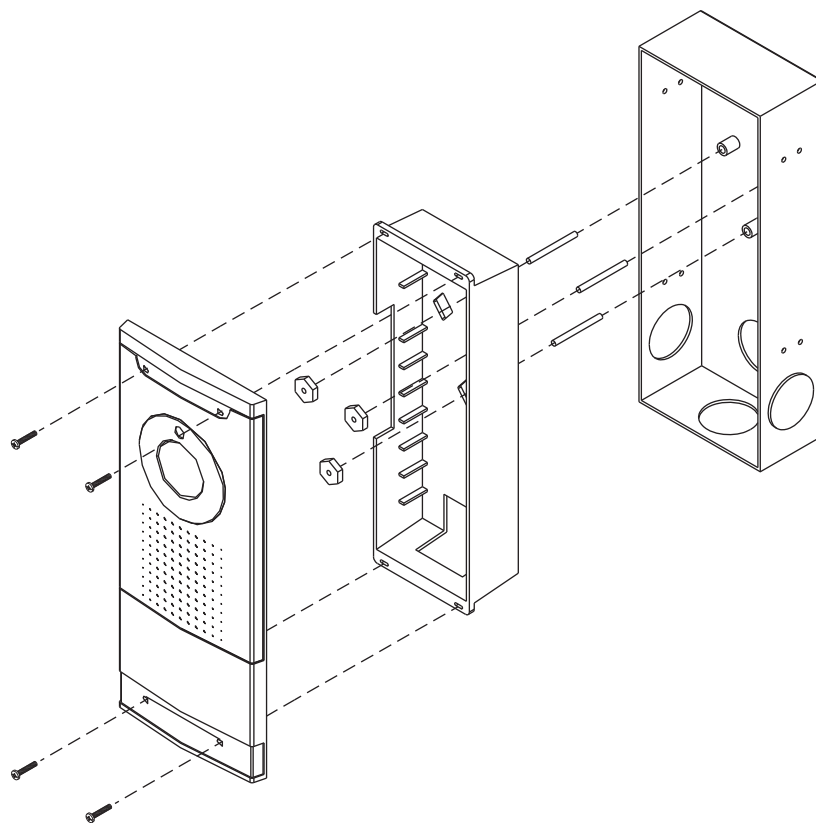

Figura 3
- 6) Coloque la estación de puerta en la parte superior de la caja de metal. Mientras sostiene la estación en su lugar, atornille los 4 tornillos suministrados en los orificios de la parte superior e inferior de la estación (**Figura 3**). Asegúrese que los tornillos estén unidos en las ranuras de la caja de plástico. Apriete los tornillos suavemente hasta que la estación está bien asegurada a la caja posterior. No sobre apriete los tornillos.